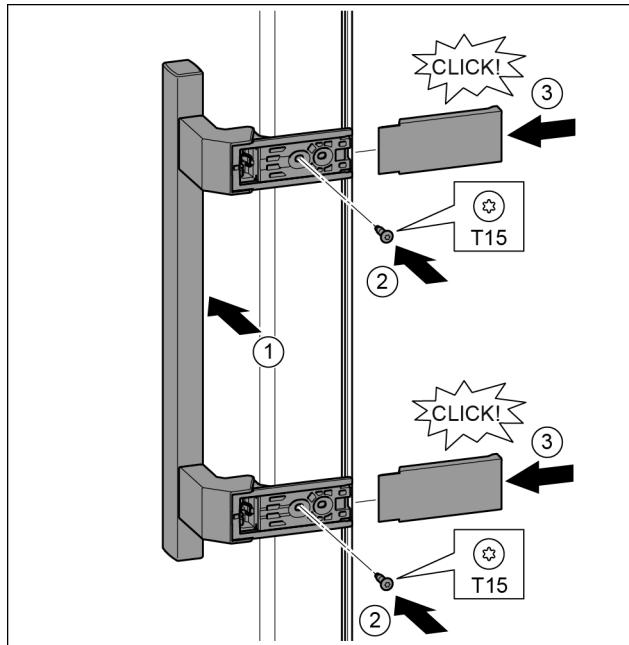

Fig. 34
- ▶ Griff auf der Gegenseite ansetzen. Fig. 34 (1)
- Fig. 34 (2)
- Fig. 34 (3)